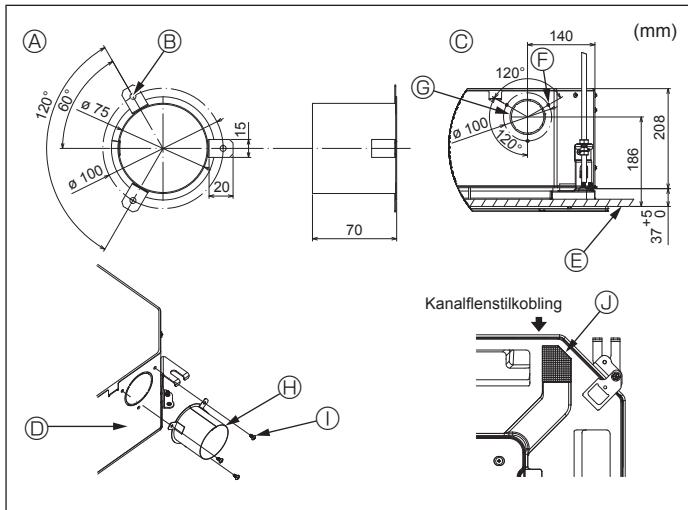

Fig. 4-3
4.3. Kanalmontasje (i tilfelle av friskluftsinnntak) (Fig. 4-3)